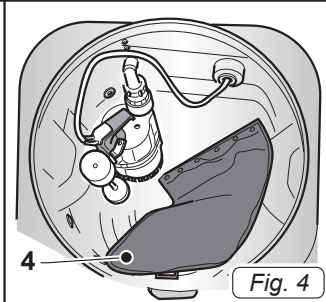

Fig. 4
- Verificare che sia presente il filtro in rete (4 Fig. 4) all'interno del serbatoio.
- Se il filtro in rete (4 Fig. 4) non è presente, montarlo agendo come segue: